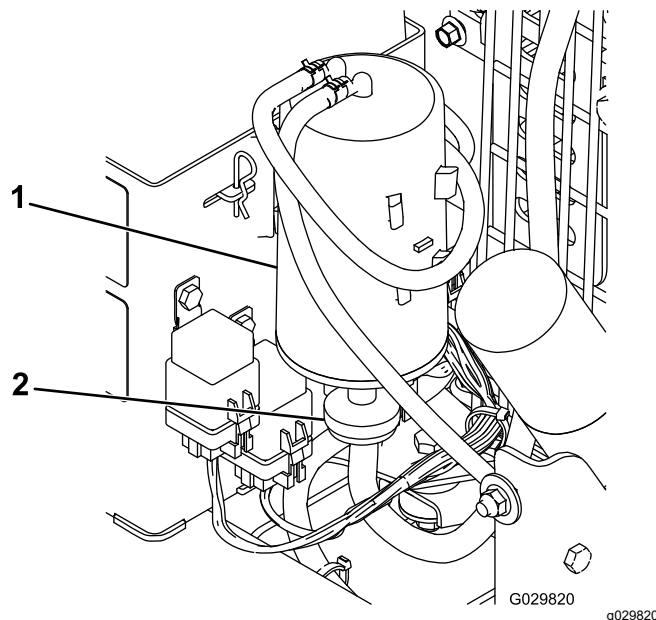

Figura 21
2. Retire y deseche el filtro de aire del cartucho de carbón, pero guarde las mangueras (Figura 21)